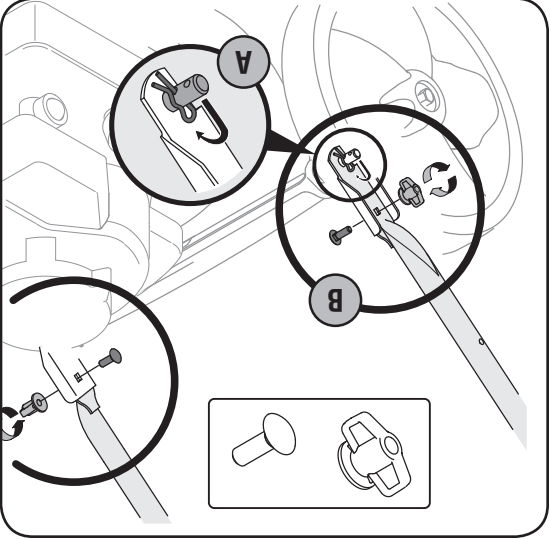

Figure 2
- a. Enlevez les goupilles fendues placées dans le trou extérieur des goupilles soudées sur les supports de montage du guidon. Placez les goupilles fendues dans le trou intérieur. Voir la Figure 2.
- b. Placez un boulon ordinaire (dans le sachet de boulonnerie fourni avec la machine) dans le trou supérieur du support de montage de droite du guidon, en procédant de l'intérieur vers l'extérieur. Voir la Figure 2. Maintenez-le en place avec un écrou à oreilles en plastique (boutons en forme d'étoile). Répétez de l'autre côté.